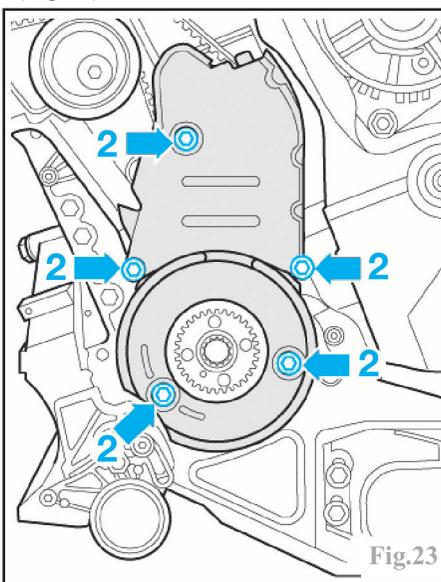

Fig.23
-le carénage inférieur de distribution en déposant les 5 vis de fixation (2) (Fig.23).